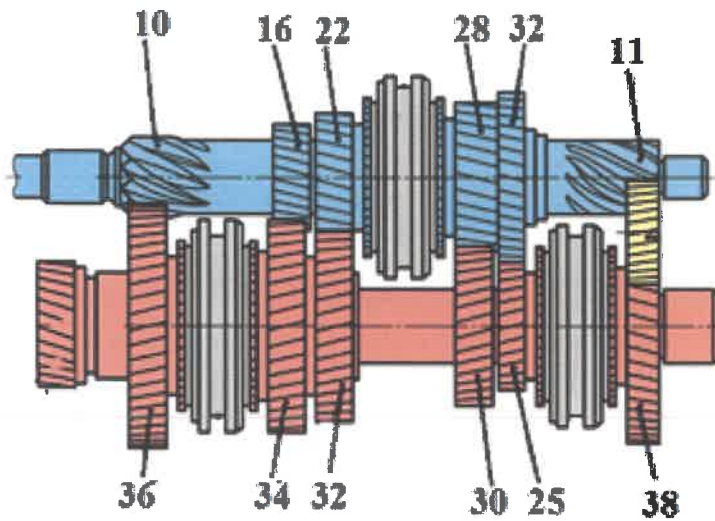

Fig.12
**Q.38.** Le moteur de ce véhicule développe un couple  $C = 120 \text{ Nm}$  à une vitesse de rotation  $N = 4100 \text{ tr/mn}$ . La boîte de vitesses du véhicule a des pignons dentés avec le nombre de dents indiqué sur la Fig.12 :